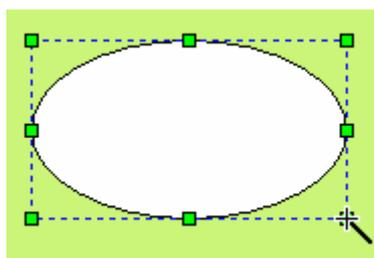

图 4-38 圆操作
- 把鼠标移到画面中的其他位置，此时系统会自动绘制出椭圆/圆，然后单击鼠标左键即可绘制出椭圆/圆。如图 4-38 所示：